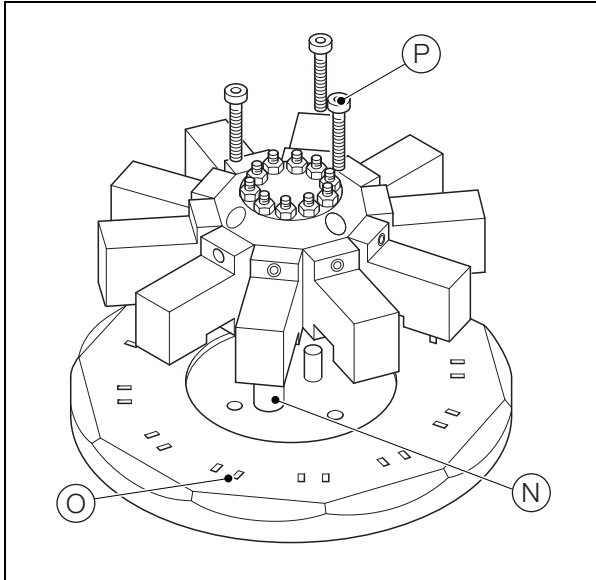

Fig. 13.3 Voltar a colocar o coletor da válvula
6. Tendo por referência a Fig. 13.3:
- a. Localize o coletor da válvula por cima dos pinos (N) na base, garantindo que os terminais em cada válvula encaixam nas tomadas (O) na base.
- b. Prenda o coletor da válvula na base com os três parafusos M4 (P).